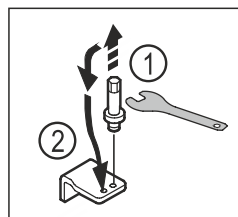

Fig. 17
- ▶ Отвийте болта на долната лагерна стойка с външен шесткантов ключ SW5. Fig. 17 (1)
- ▶ Поставете болта от другата страна. Fig. 17 (2)